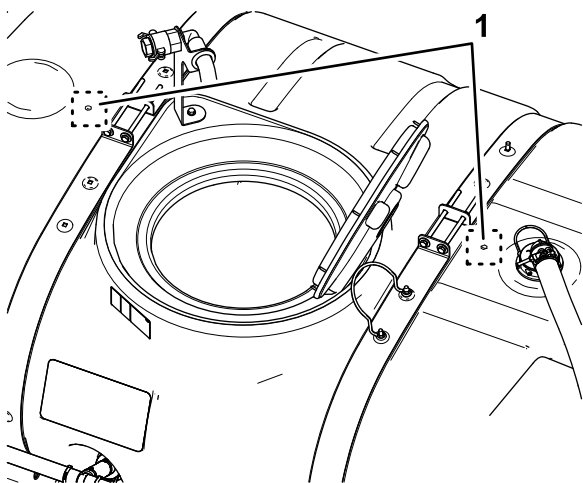

**Figura 16**
1. Abra la tapa del depósito y retire el filtro de cesta (Figura 16).